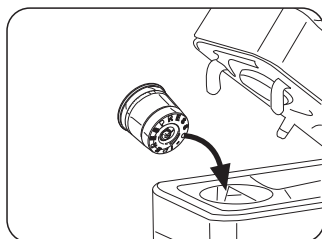

Fig. 8
- Sollevare indietro lentamente (fino all'arresto) la leva di comando (1) (**Fig. 7**) e inserire una capsula nell'apposito spazio (**Fig. 8**)